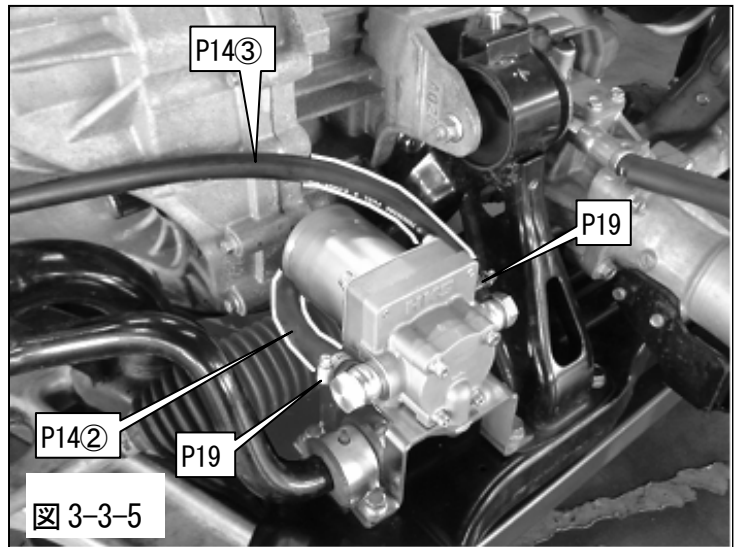

図 3-3-5
(10) ホースバンド#4 を使用して、3-3. (7) で取付けた S S T ホースφ9②をバンジョーに取付けてください。(図 3-3-5)
(11) 異径ジョイントパイプ・ホースバンド#4・純正ホースクランプを使用して 3-3. (5) で組立てた S S T ホースφ9③と純正 S S T クーラホース No. 1 を S S T ポンプおよび純正クーラコアに取り付けてください。(図 3-3-5、3-3-6、3-3-7)